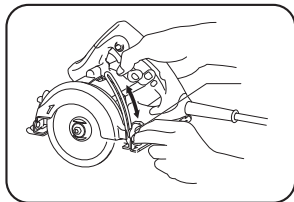

Figura 03
- Para o ajuste de profundidade basta desapertar a porca de ajuste de profundidade e ajustar conforme a sua necessidade de trabalho, para cima ou para baixo; (**Figura 03**)